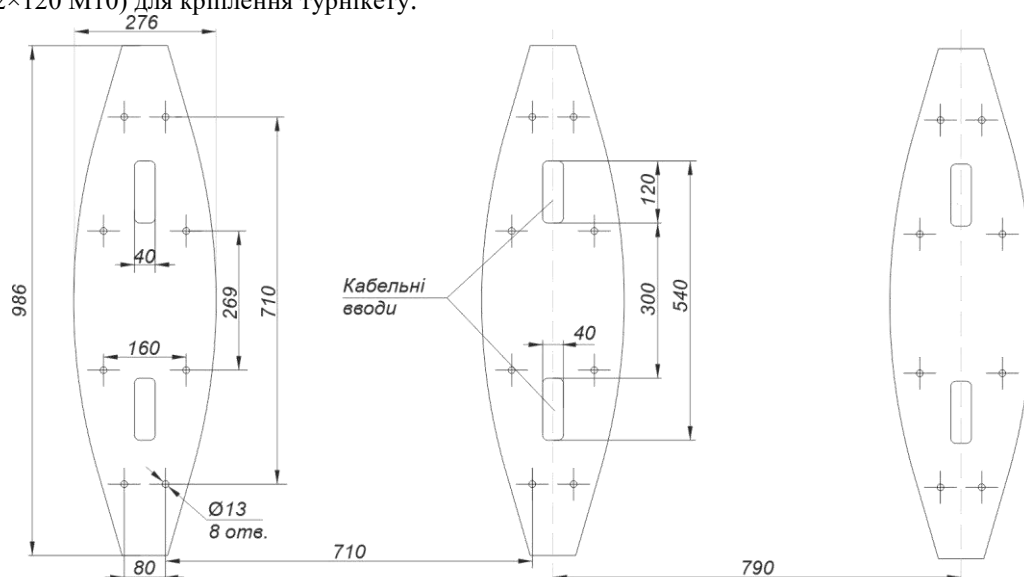

Рис. 16– Розміри комплексу турнікетів «JETPAN-BM-1» та «JETPAN-BM-2»
4. – з'єднати отвори кріплення в нижній пластині турнікета з підготовленими отворами в поверхні згідно з розміткою рис.16.